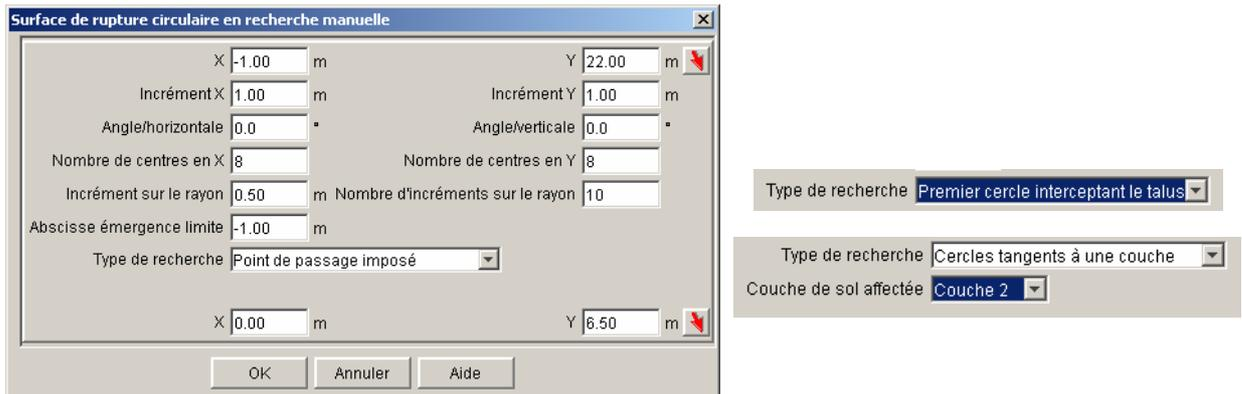

Figure 100 : boîte de dialogue de définition des surfaces de rupture circulaires en recherche manuelle
L'utilisateur peut cliquer sur le bouton "Définir les surfaces de rupture". La boîte de dialogue de la Figure 100 apparaît alors.
- **Abscisse émergence limite (m)** : valeur de l'abscisse en-deçà de laquelle les surfaces de rupture ne sont pas prises en compte, si ces surfaces sont entièrement en-deçà de (XL). La valeur XL permet, dans le cas de talus complexe, d'éliminer certains cercles parasites. La position de l'abscisse émergence limite est représentée dans la zone graphique (en bas) par le symbole .
- **Type de recherche** : 3 choix sont possibles (Figure 100) : point de passage imposé, premier cercle interceptant le talus, et cercles tangents à une couche. Il s'agit d'un critère de détermination du premier cercle associé à chaque centre. Pour les cercles suivants associés au même centre, il y a incrément sur le rayon (et le critère n'est donc plus respecté).